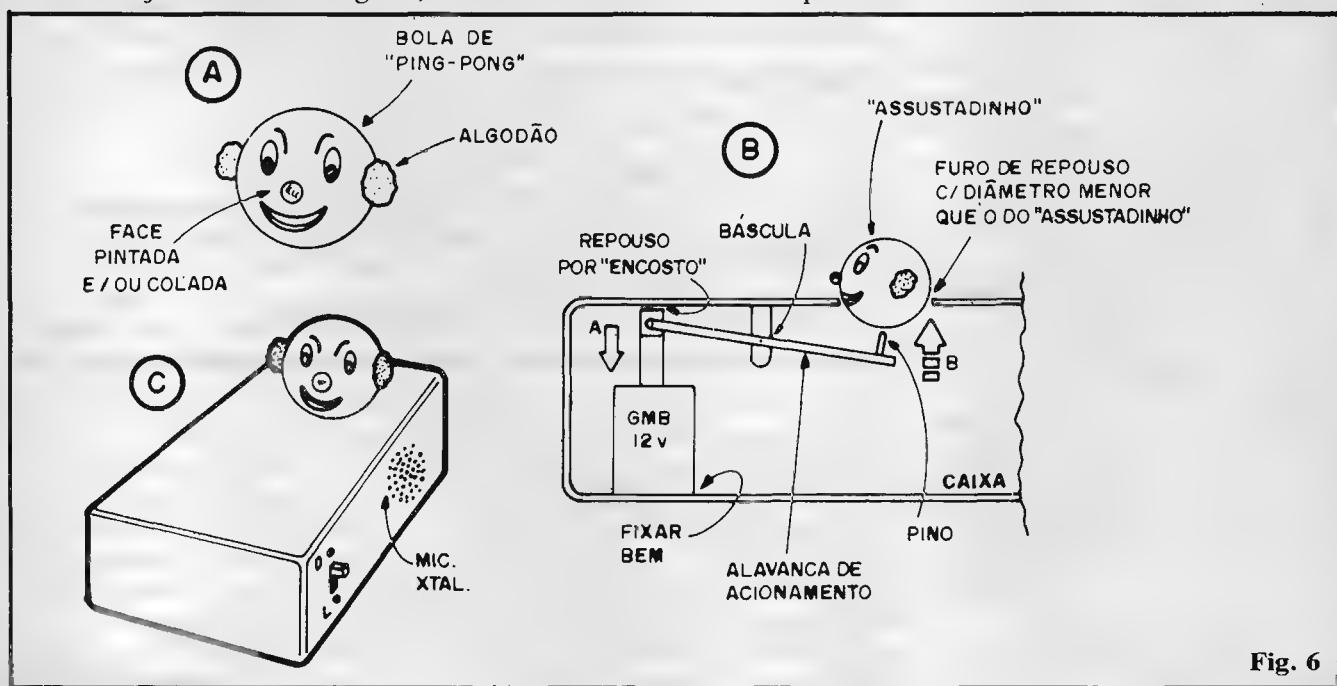

Fig. 6
- **FIG. 6-A** - O bonequinho (o próprio "ASSUSTADINHO"... ) em sua mais simples concepção. Uma bolinha de tênis de mesa (ping-pong) é suficientemente leve para a função. Basta pintar ou decalcar "olhos, nariz e boca", artisticamente realizando um palhaquinho - por exemplo - simpático, já com "cara de assustado". O "nariz" pode ser proeminente (uma conta plástica vermelha "funcionará" direitinho...). Nas laterais da cabeça do palhacinho podem ser colados pequenos chumaços de algodão ou tecido, formando os "cabelinhos" do personagem... Lembrar sempre: tão importante quanto "ficar bonito" é... "ficar leve". Assim, **não** utilizar, no bonequinho e na sua "maquilagem", materiais pesados... Convém trabalhar sempre com um "miolo" formado pela bolinha de tênis de mesa ou uma pequena esfera de isopor, e os complementos em papel, tecido, algodão, etc.
- **FIG. 6-B** - Detalhamento mecânico de um dos métodos de lançar o bonequinho para cima, sob a ação momentânea do solenóide. Observe que tanto a alavanca de acionamento, quanto o pino que martelará a base do bonequinho, devem ser de materiais rijos e leves (madeira fina, plástico, alumínio, etc.). A posição do eixo/báscula deverá ser experimentada de modo a se conseguir a melhor relação força/curso, de modo que, quando o pino/cursor do solenóide realizar o brusco movimento "A", o "martelo", na outra extremidade da alavanca, execute o percurso "B", dando um "pontapé no rabo" do boneco, que assim será lançado para cima! Notem ainda o "buraco de repouso" para o boneco, um simples furo redondo com diâmetro um pouco inferior ao do próprio "ASSUSTADINHO", localizado de modo que o pino acoplado à alavanca possa exercer sua ação em ponto rigidamente central, quando der a sua "martelada" para cima... Observe ainda a fixação do solenóide, bem como a determinação de curso dada pelo próprio "encosto" proporcionado pelas paredes internas da caixa (se for
- **FIG. 6-C** - "Por fora", o sistema mecânico sugerido na fig. 6-B poderá assumir o lay out mostrado. Uma caixa relativamente longa, tendo, na sua superfície frontal (tampa) o bonequinho repousando no respectivo furo e, lateralmente, o microfone de cristal e a chave interruptora... Notem, contudo, que esse é apenas um dos acabamentos possíveis, já que muitas variantes podem ser imaginadas pelo Leitor/Hobbysta, sem grandes problemas...